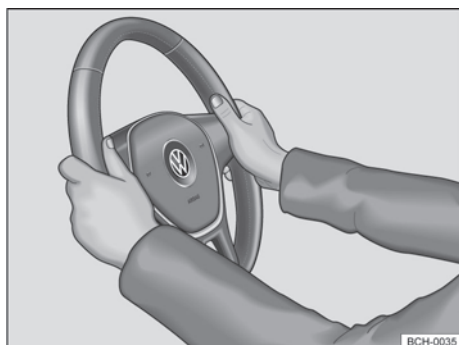

Fig. 63 No volante: posição 9 e 3 horas.
- Ajustar a posição do volante de forma que possa segurá-lo lateralmente pela borda externa nas posições de 9h e 3h → Fig. 63 com ambas as mãos e os braços ligeiramente dobrados.
- Empurrar a alavanca ① sempre pelo manípulo com firmeza para cima após o ajuste, para travar a posição do volante.
- Durante a condução, sempre segurar o volante com ambas as mãos lateralmente na borda externa nas posições de 9h e 3h → Fig. 63, para reduzir ferimentos causados por um acionamento do airbag frontal do condutor.